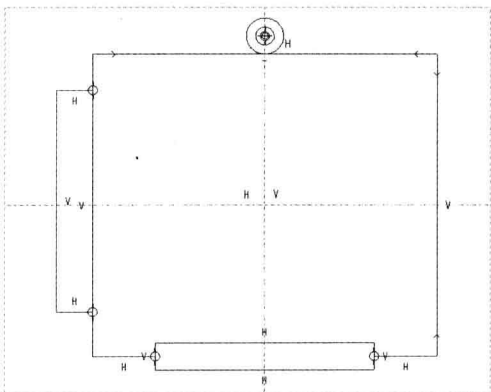

图 13-30 绘制直线
Step 12 在“功能区”选项板的“草绘”选项卡中，单击“草绘”面板中的“线链”按钮 \wedge ，在绘图区合适的点上单击鼠标左键，绘制直线，如图 13-30 所示。